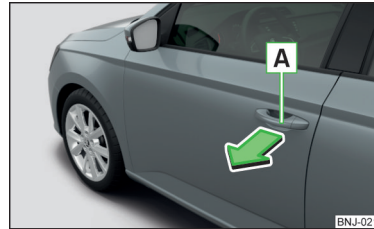

Abb. 46
- Zum **Öffnen von außen** das Fahrzeug entriegeln und am Türgriff **A** in Pfeilrichtung ziehen » Abb. 46.